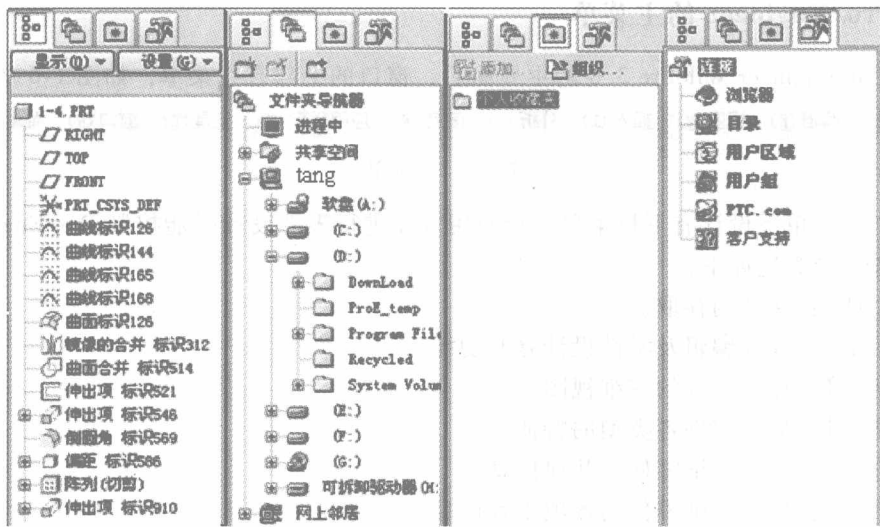

图 1-3 导航面板
5) 导航栏隐藏/显示区：位于窗口工作区的左侧。单击导航栏右侧的符号“>”，显示导航栏，单击导航栏右侧的符号“<”，隐藏导航栏。导航栏中包括模型树、资源管理器、收藏夹和相关网络技术资源四部分内容。单击相应选项图标，可打开相应的导航面板，如图 1-3 所示。